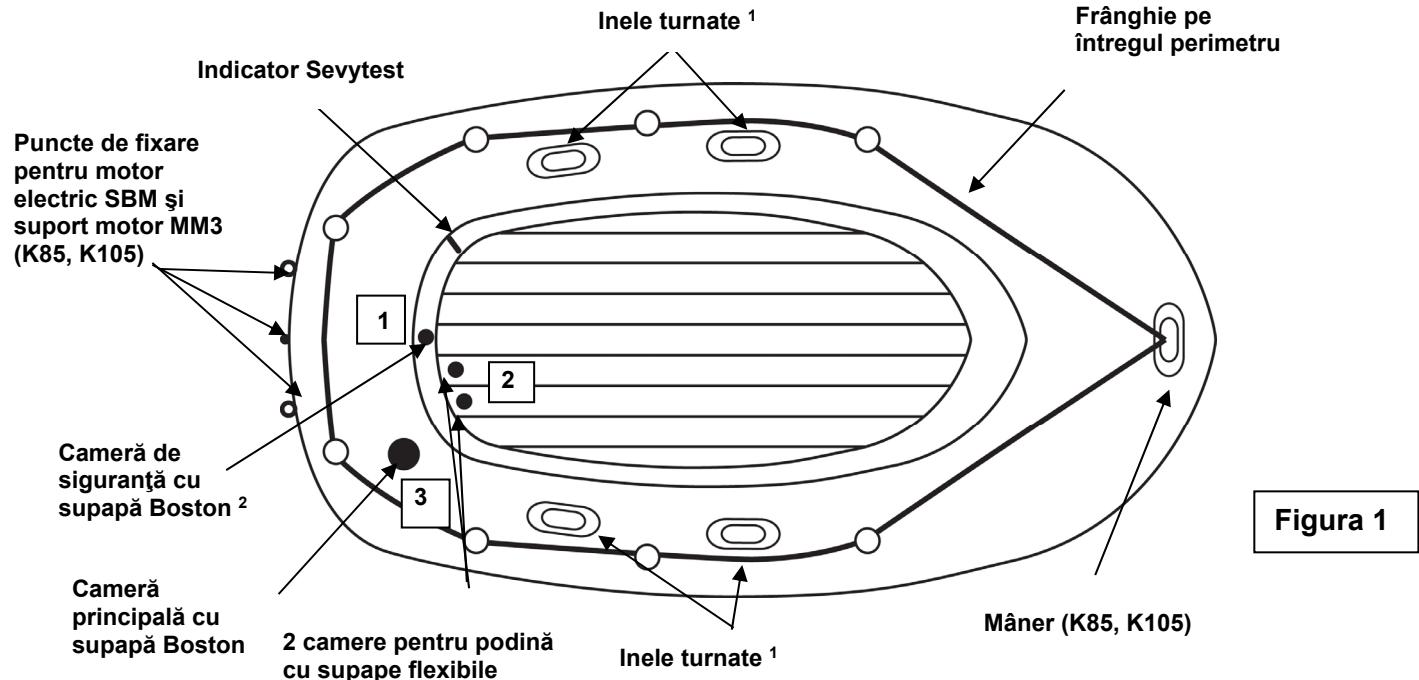

Figura 1
- a) Supapă(e) Boston – a se vedea figura de alături : Desurubați clapa supapei (1). Însurubați bucsa supapei (2) în suportul acesteia (3) și verificați dacă clapa supapei rămâne accesibilă. Introduceți piesa de capăt a furtunului pompei și umflați până când obțineți presiunea necesară (a se vedea punctul 3). După umflare, strângeti toate clapele supapelor(supapei) bine (în sensul acelor de ceasornic). **NOTĂ:** O usoară scăpare de aer înainte de însurubarea clapelor supapelor(supapei) este normală.
- 3) Presiunea maximă a aerului: **Presiunea corespunzătoare pentru acest produs este: 0,06 bar (= 60 mbar). Nu o depășiți.** Barca dumneavoastră este prevăzută cu un indicator Sevytest care permite verificarea presiunii. Umflați mai întâi camera de siguranță (vezi figura 1) până la cota „+” marcată pe indicatorul Sevytest, după care umflați camera principală (vezi figura 1) până la cota „-”. **În caz de supra-presiune:** evacuați aerul până când presiunea ajunge la nivelul recomandat. **În cazul în care presiunea este prea scăzută:** continuați să umflați ușor. **N.B.:** se poate întâmpla ca după utilizări frecvente, din cauza dilatației PVC-ului ca urmare a influenței presiunii de gonflare, acul indicatorului Sevytest să nu revină la poziția sa inițială. Totuși poziția lui poate fi verificată. Acul trebuie să fie poziționat între limitele nivellelor recomandate de presiune.